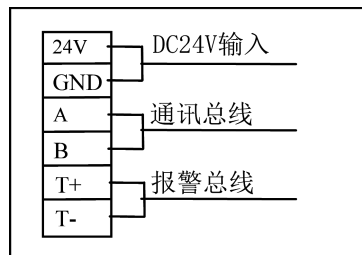

图 3-2 FXP5Ei 型火灾显示盘外接线端子排列
- FXP5Ei型火灾显示盘采用壁挂式安装,信号线采用RVS-2×1.5mm²双绞多股铜质阻燃塑料软线,电源线采用截面不小于2.5mm²的多股铜质阻燃塑料软线。安装尺寸见图3-1,外接线端子排列见图3-2。